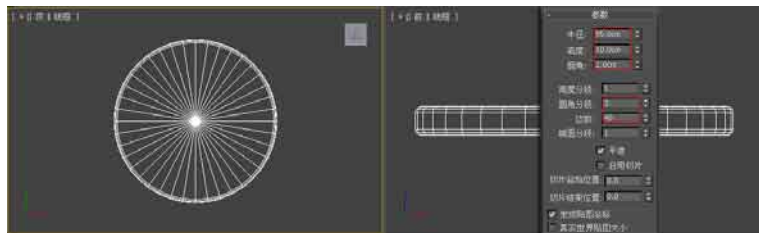

图3.12 创建切角圆柱体
- 03 在创建命令面板上的 **标准基本体** 下拉列表中选择“扩展基本体”选项，打开扩展基本体创建命令面板。单击 **切角圆柱体** 按钮，在顶视图中创建一个切角圆柱体。设置圆柱体的参数，如图3.12所示。